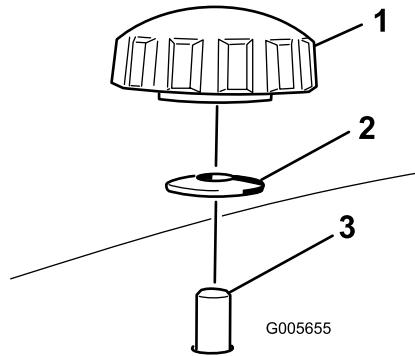
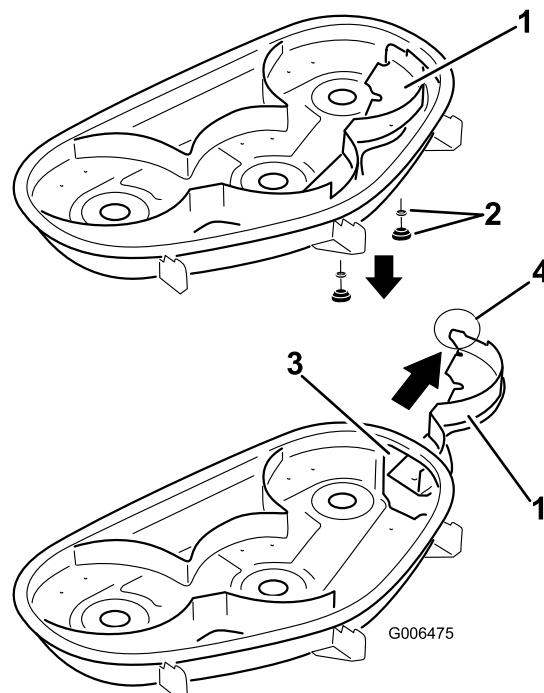

Figura 31
Figura 32
4. Retire los 2 pomos y las arandelas curvas que sujetan el deflector derecho al cortacésped, según se muestra en Figura 31.
- 5. Retire el deflector derecho y baje el deflector de hierba sobre el orificio de descarga, según se muestra en Figura 32 y Figura 31.
- Coloque el deflector derecho debajo de la carcasa de corte y fíjelo usando 2 pernos y arandelas curvas (cara ahuecada hacia el cortacésped) según se muestra en Figura 31 y Figura 32.